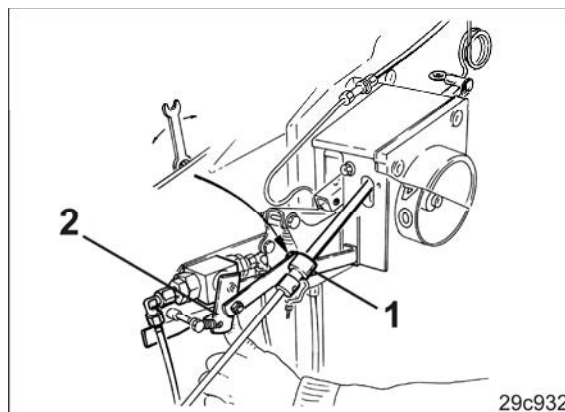

Fig. 217
2. Frigør stopringen (Fig. 217/1).
3. Tryk styreventilgrebet (Fig. 217/1) bagud.